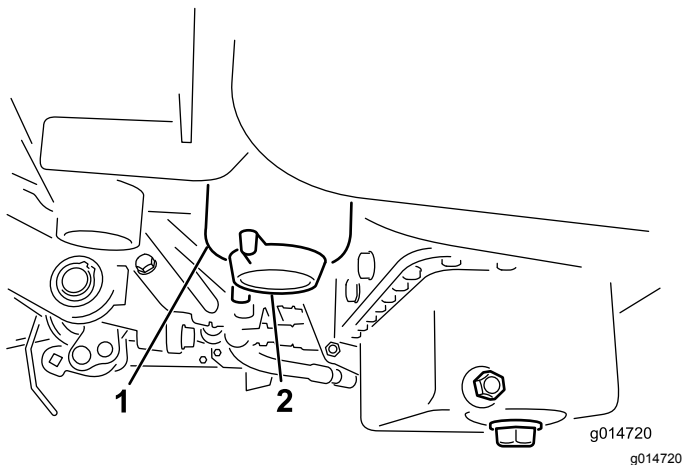

Bild 28
3. Öffnen Sie den Ablassschraube am Kraftstofffilter um ungefähr eine Umdrehung und lassen angesammeltes Wasser ablaufen (Bild 28).